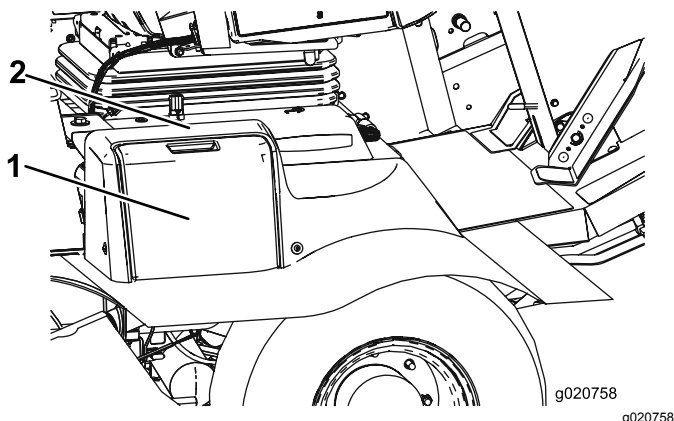

Bild 75
1. Öffnen Sie die Batterieabdeckung an der Seite der Abdeckung (Bild 75).
Hinweis: Üben Sie Druck auf die flache Oberfläche über der Batterieabdeckung aus, um das Entfernen der Abdeckung zu erleichtern (Bild 75).